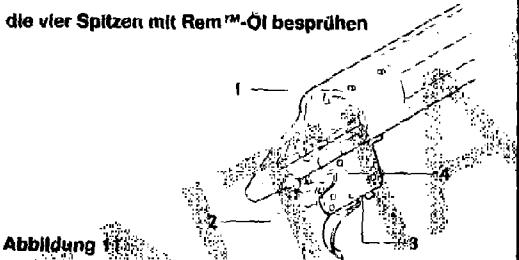

Abbildung 11
- 6 Die Aufnahme und die vier Spitzen der Abzugseinheit mit Rem™-Öl besprühen. Siehe Abbildung 11. 15 Minuten lang stehen lassen. Nochmals besprühen, um die Komponenten abzuspulen. Überschüssigen Schmierstoff abschütteln.